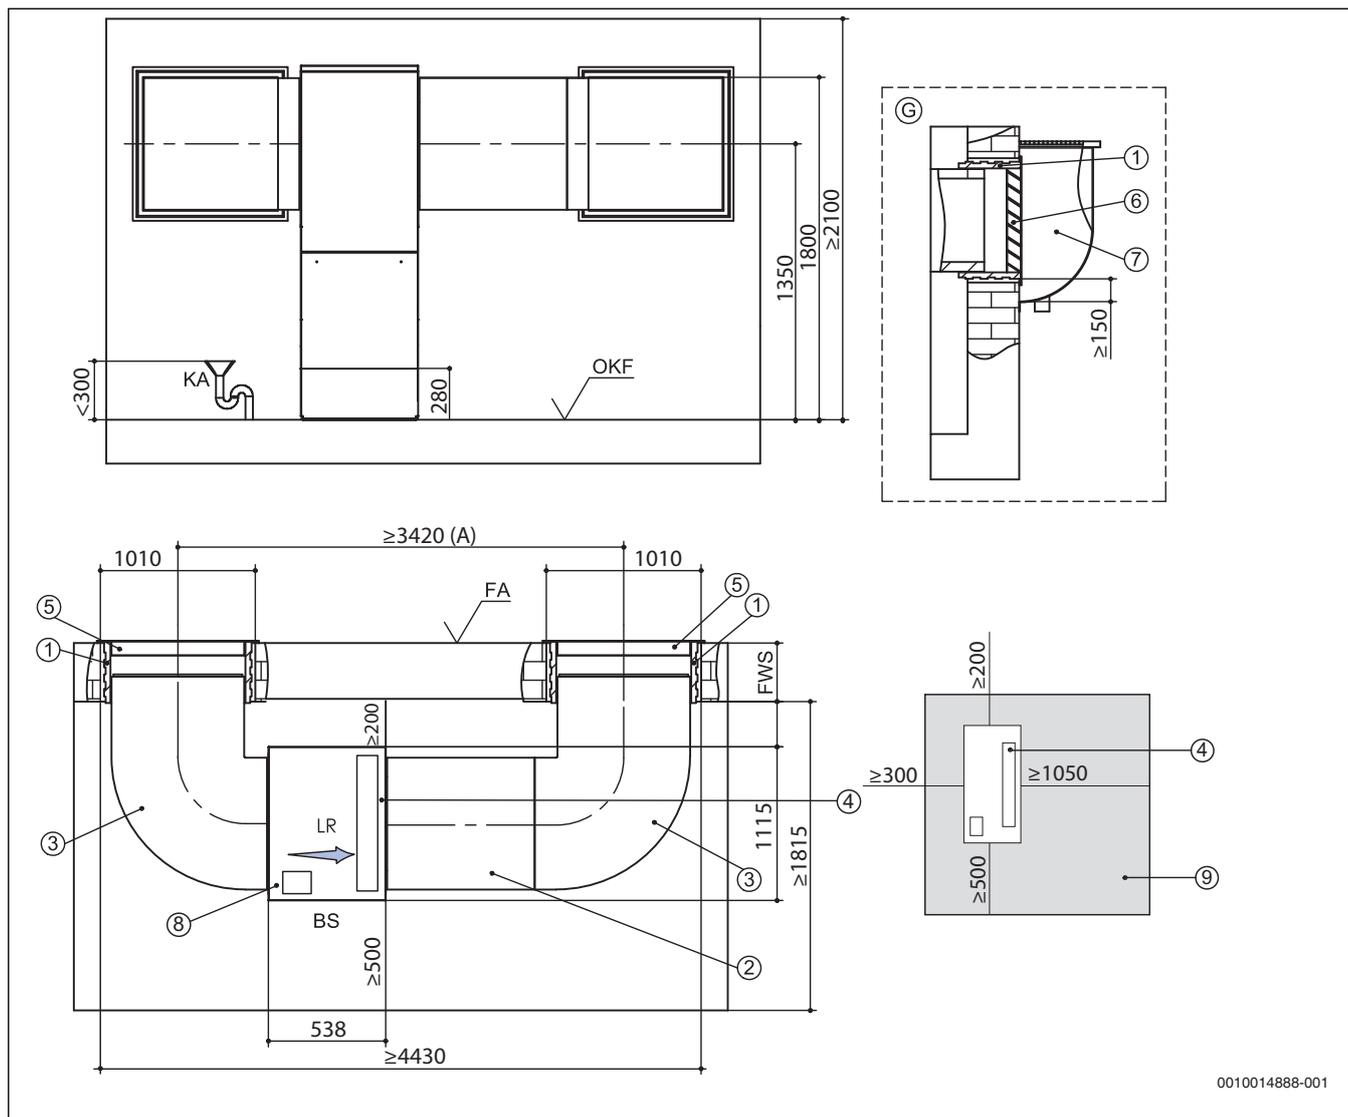

Bild 8 Aufstellplan Luftkanalsystem 900 für WLW196i-11/14 IR (alle Maße in mm)
- 1350 mm für Wärmepumpen mit 11/14 kW (→ Bild 8, Seite 7)
Im Aufstellraum muss ein Kondensatablauf vorhanden sein. Die Höhe des Anschlusses ist in den Aufstellplänen eingetragen (→ Bild 7, Seite 6 und Bild 8, Seite 7).